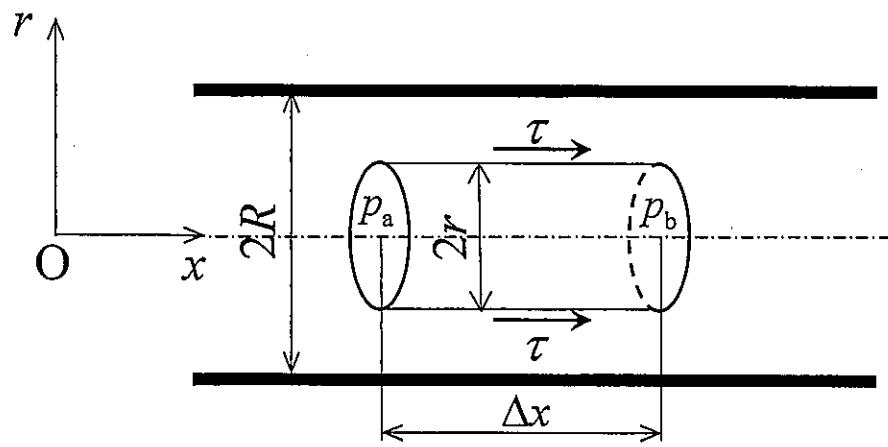

図 2-2
- (1) 単一のまっすぐの円管内の流れを考える。流れを層流とし、十分発達した定常状態にあるとする。このとき、図2-2に示すように、半径 $r$ 、長さ $\Delta x$ の円柱型の検査体積を考える。この検査体積に作用する圧力 $p_a$ 、 $p_b$ とせん断応力 $\tau$ の関係を、検査体積に運動量法則を適用することにより求めよ。
- (2) 設問(1)において、半径 $r$ の位置の検査面に働くせん断応力 $\tau$ は、円管内の流速分布 $u(r)$ を用いて、次式で与えられる。